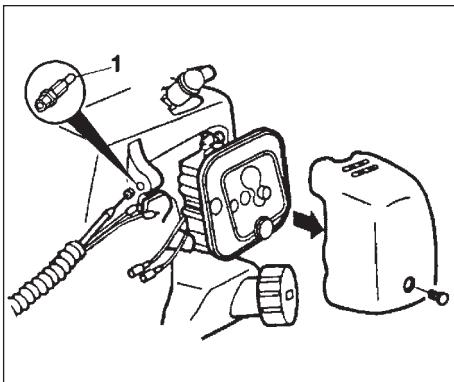

Fig. 1-4
Tag bort kåpan från luftrenaren. (Fig. 1-4)
Sätt på den yttre behållaren (1) (om den medföljer) på väjerledaren och för in gasregleringskabeln genom den yttre behållaren. (Fig. 1-4)